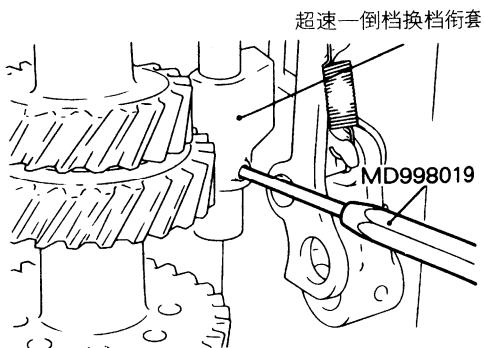

图 3-40 从超速/倒档换档衔套上拆下弹簧销
(3) 拆卸超速/倒档换档衔套弹簧销进，用专用工具从超速/倒档换档衔套拆下弹簧销（图 3-40）。将超速/倒档换档衔套滑到一侧，从换档衔套槽升起控制连接杆，将换档轴转动半圈、拉出锁销。